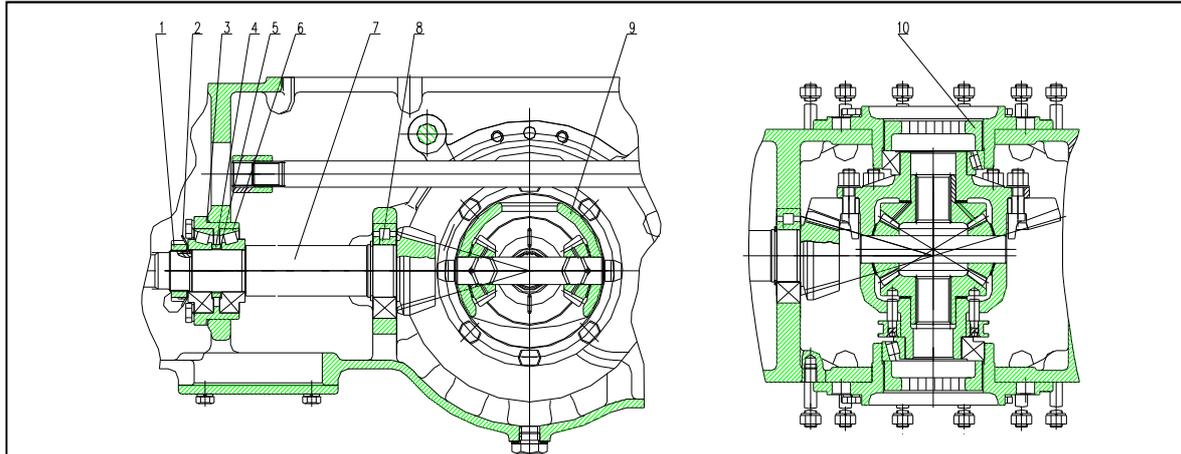

Abbildung 5-5 Der Bestandteil und die Einstellung des Hinterachses
Das Hinterachse besteht aus dem Zentralantrieb, dem Differential, der Differentialsperre, der Antriebswelle usw. (Abbildung 5-5)
- Die Einstellung der kleinen Kegelradachslager (Abbildung 5-5)